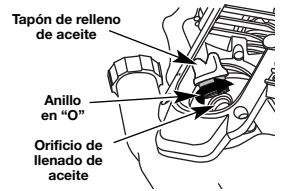

Fig. 6
3. Saque el tapón de aceite/ varilla de medición del cigüeñal (Fig. 6).